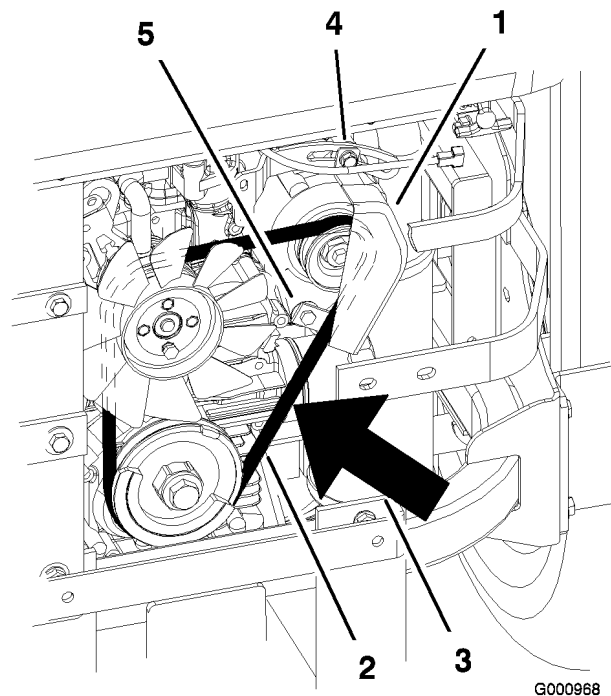

Bild 63
7. Lösen Sie die untere Schraube und nehmen Sie die obere Schraube ab, mit denen die Lichtmaschine und die Abdeckung befestigt sind (Bild 63).
9. Montieren Sie einen neuen Riemen um die Spannscheiben und die Lichtmaschine (Bild 63).
14. Ziehen Sie die untere Schraube fest und setzen Sie die obere Schraube ein, mit denen die Lichtmaschine und die Abdeckung befestigt sind (Bild 63).
2. Stellen Sie die Lichtmaschine nach außen ein, sodass der Riemen zwischen den Motor- und Lichtmaschinenspannscheiben 7 bis 9 mm durchhängt, und Sie eine Kraft von 10 kgf aufbringen (Bild 63).
5. Wenn die Spannung richtig ist, ziehen Sie die untere und obere Schraube fest (Bild 63).